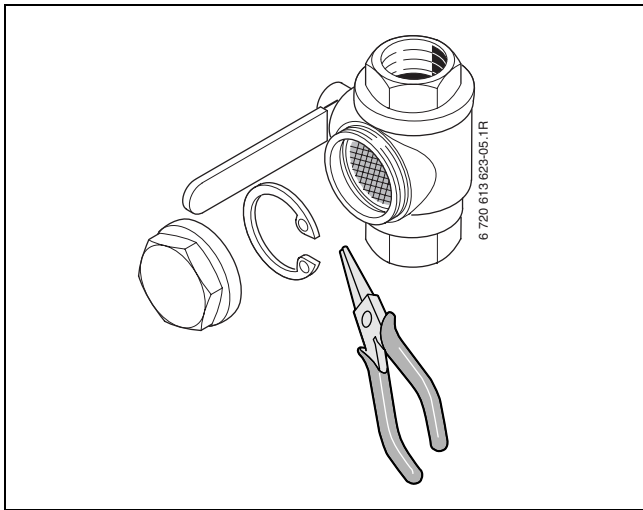

Fig. 27
- ▶ Løsne låseringen som holder silen fast i ventilen. Bruk den medfølgende låseringtangen. (→ Bild 27)